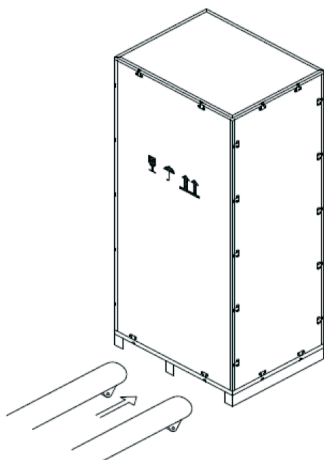

Рис. 2-2. Доставка к месту установки
2. Доставьте оборудование к месту установки, используя подъемное устройство, как показано на рис. 2-2.